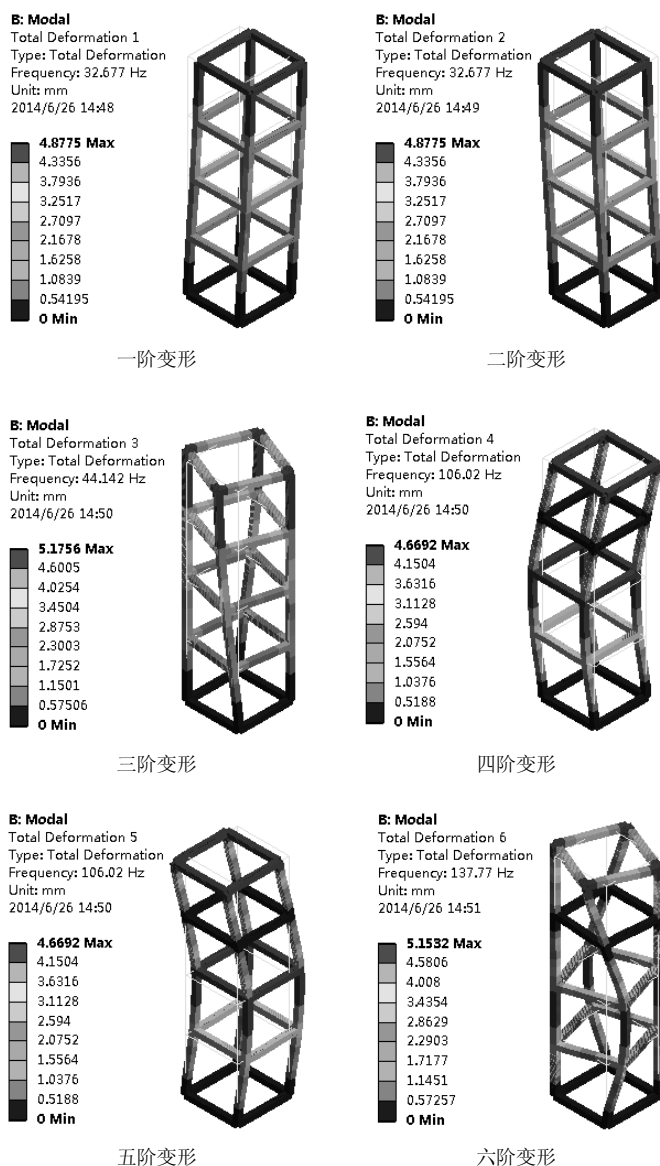

图 6-82 各阶模态振型
2) 在【Outline (分析树)】中选择【Solution (B6)】节点，单击其下的【Total Deformation】项  **Total Deformation 1**，在图形窗口显示出一阶振型。采用相同的方法可以观察其他各阶模态的分析结果，如图 6-82 所示。